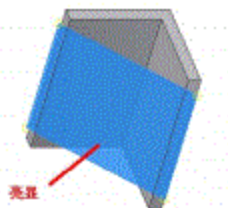

图2-7 工作平面“亮显”
- (1) 使工作环境处在零件造型环境，在模型中找到“新建草图”所需要依附的工作平面；
- (2) 使用鼠标左键单击模型中的工作平面，使其亮显，如图2-7所示；
- (3) 在所选工作平面范围内，单击鼠标右键，在右键菜单中点击【新建草图】按钮，即可创建一个新的草图环境。